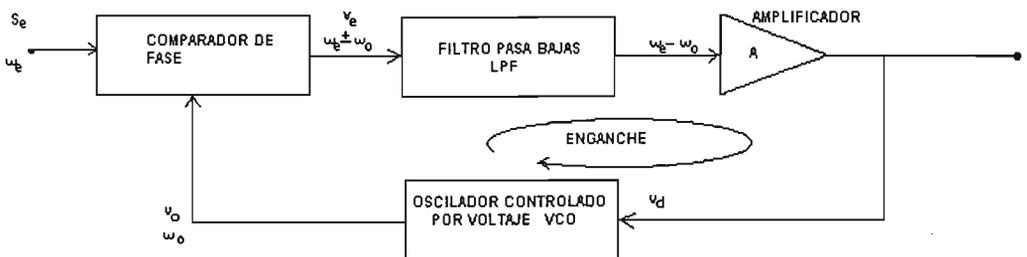

Figura 1.9 Diagrama a bloques básico de un PLL
El PLL es un circuito de control que se configura como un lazo realimentado, en el que participan un comparador de fase, un filtro pasa bajas (LPF), un oscilador controlado por voltaje (VCO) y un amplificador (A) entre el comparador de fase y el filtro pasa bajas, o entre el filtro pasa bajas y el VCO, con la finalidad de lograr un enganche de mayor ganancia. Este circuito se utiliza para encadenar la frecuencia de una señal con una señal de referencia, en muchos equipos electrónicos, figura 1.9.
Su funcionamiento básico, refiriéndonos a la figura 1.9 es el siguiente: cuando no existe una señal de entrada, el voltaje  $V_d$  es igual a cero, presentándose en el VCO una frecuencia  $\omega_o$  llamada frecuencia libre de operación; pero cuando hay una señal de entrada  $S_e$  de frecuencia  $\omega_e$ , el comparador de fase compara la frecuencia y la fase de la señal de entrada con respecto a la del VCO y genera un voltaje de error  $V_e$ , que es proporcional a la diferencia de frecuencia y fase entre las dos señales. Este voltaje de error es filtrado en el LPF y amplificado en el amplificador para obtener el voltaje de control  $V_d$  y aplicarlo al VCO, para que este cambie su frecuencia de oscilación hasta que sea igual a la frecuencia de la señal de entrada  $\omega_e$ . En este estado se dice que el PLL está encadenado o enganchado, el tiempo requerido para lograr esto se llama tiempo de respuesta del PLL (Lock-up).